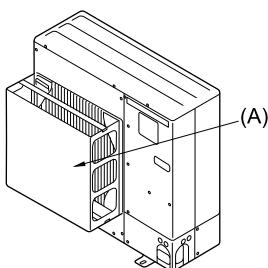

Fig. 2-4
- (2) Si la unidad está situada en un lugar expuesto a vientos fuertes como huracanes, etc. que puedan entrar en la salida de aire, coloque una guía opcional de aire. (Fig. 2-4)